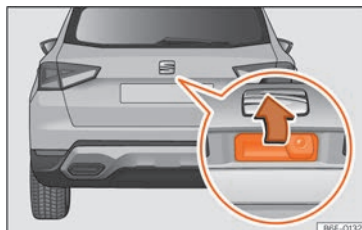

Fig. 55 Portón trasero: apertura desde fuera.
- **Abrir:** haga una ligera presión en el asidero. Se abre automáticamente >>> **fig. 55**.